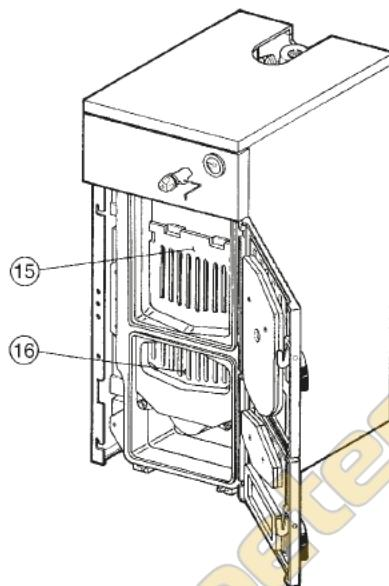

Рис. 3
6.01 Установить терmostатический регулятор тяги (h) на специальном соединении 3/4", расположенному в центре передней части котла (см. рис. 3).